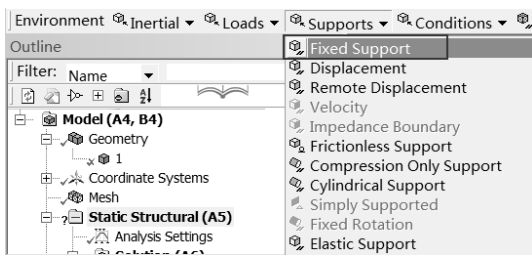

图 6-50 添加固定约束
Step2 :选择 Environment 工具栏中的 Supports (约束) Fixed Support (固定约束) 命令,此时在分析树中会出现 Fixed Support 选项,如图 6-50 所示。